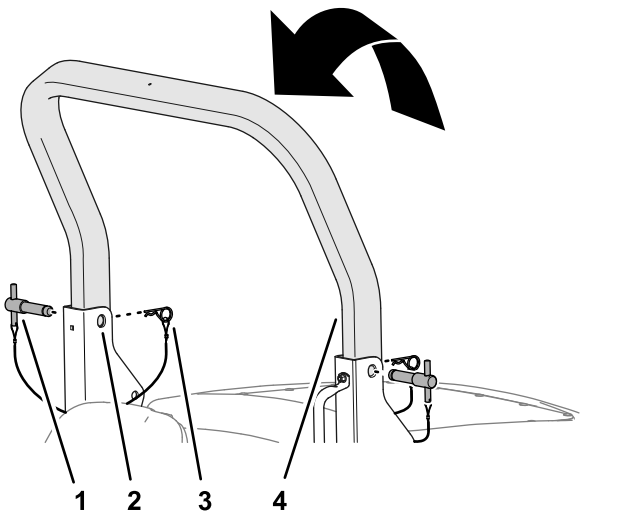

Figura 23
- Eleve la barra antivuelco superior hasta que los taladros en la barra antivuelco se alineen con los soportes de giro (Figura 23).
- Inserte los pasadores de la barra antivuelco a través de los taladros superiores de los soportes de giro y la barra antivuelco superior (Figura 23).
- Fije los pasadores de la barra antivuelco a los soportes de giro con las chavetas (Figura 23).